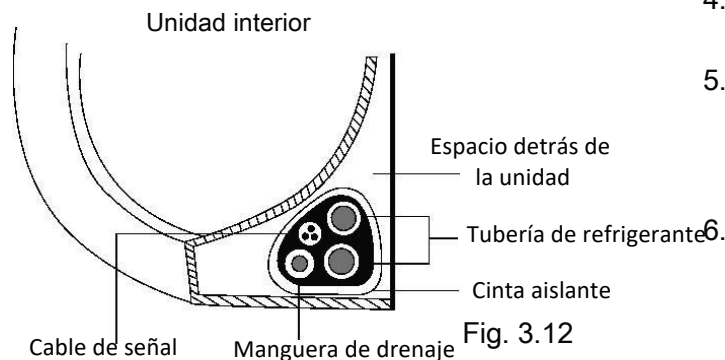

Fig. 3.12
- Unir la manguera de drenaje, tubos de refrigerante, y el cable de señal según la Fig. 3.12
- Con una cinta aislante, enrolle el cable de señal, tubos de refrigerante, y la manguera de vaciado juntos. Compruebe que todos los elementos se agrupan de acuerdo con la Fig. 3.12.